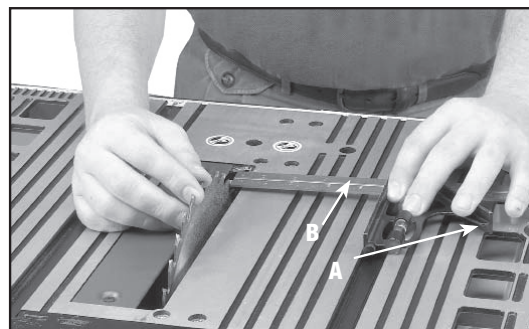
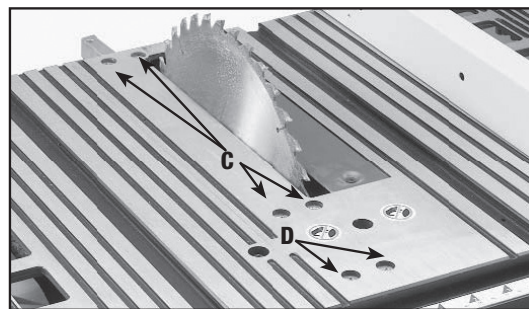

Fig. 35
Fig. 37
3. Utilize um esquadro regulável (A) Fig. 35 em contato com a fenda do graminho e ajuste o esquadro (B) até que este toque o dente marcado.
5. Se as medidas frontal e posterior (Figs. 35 e 36) não forem idênticas, você pode ajustar a lâmina. Comece afrouxando as porcas dos quatro parafusos (C) Fig. 37 na bancada. Em seguida, afrouxe os parafusos (C). Mova cuidadosamente a lâmina da serra até que esta fique paralela à fenda do graminho. Ao final, aperte as quatro porcas sob a bancada e os quatro parafusos (C) Fig. 37 de forma segura.
**OBSERVAÇÃO: Se não for possível fazer um ajuste suficiente afrouxando os parafusos(C) Fig. 37, afrouxe o parafuso (D) Fig. 37 necessário para fazer o ajuste.**